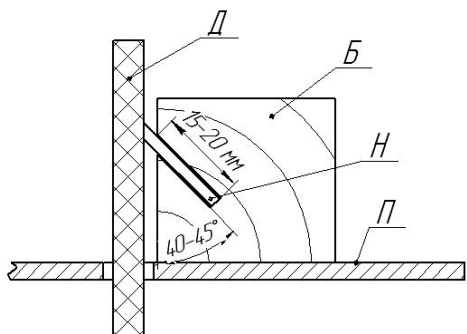

Рис.12
- Установить пильный стол (11) без разделительного ножа и козырька(12);
- Производить шлифование вдоль шлифовального диска, опирая материал на пильный стол (11).
4.7. Заточка инструмента, разрезка материалов (Рис.12)
4.7.2. Для заточки ножей изготовить деревянный брусок (Б) с прорезью 40-45 град. на глубину 20 -30мм, в зависимости от ширины ножей, как показано на Рис. 12.
- вынуть из стенок корпуса подающий вал (23) вместе с опорами;